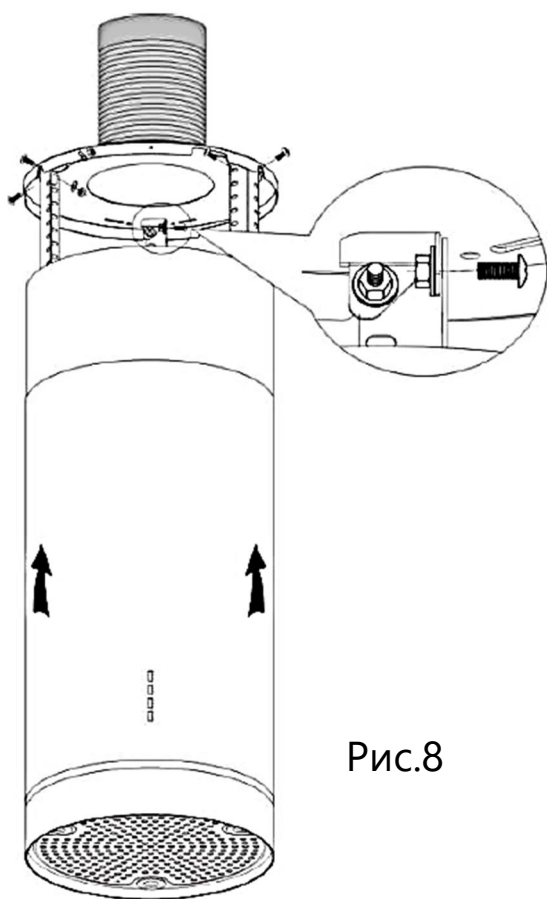

Рис.8
8. Рис. 8 – протяните вытяжную трубу от вытяжки в вентиляционное отверстие в потолке. С помощью 6 шт. М4*10 винтов с потайной головкой зафиксируйте крепления вытяжки на подвесном бруске на потолке.